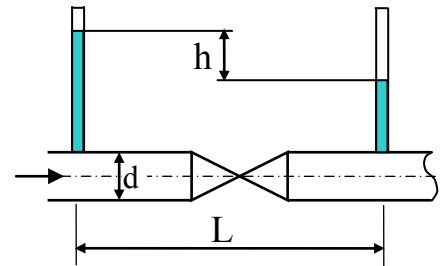

Рисунок 7.4
7.2.7 В перерізах I-I і II-II, які розташовані на відстані L один від одного на скляному трубопроводі, встановлені п'єзометри. Визначити коефіцієнт місцевого опору, встановленого на скляному трубопроводі з діаметром d , якщо при витраті води G (температура води t) різниця показань п'єзометрів дорівнює h (рис. 7.4).